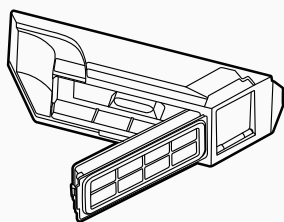

Fig. 9
3. Løsne støvboksfilterene fra støvboksens lås og tøm støvboksen. [Fig. 9]